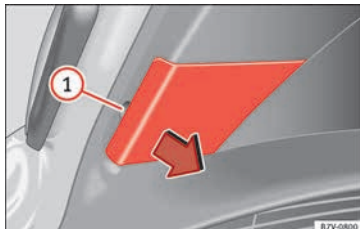

Abb. 112 In der Heckklappe: Abdeckung abnehmen.
2. Mit der flachen Klinge des Schraubendrehers aus dem Bordwerkzeug (» **Abb. 101**) die Abdeckung an der Aussparung » **Abb. 112** ① vorsichtig abhebeln.